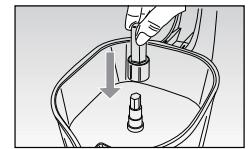

Fig. 2
- Place the rotating pin (G) on the opposite coupling in the middle of the top base of the appliance body (H), Fig. 2.
- Positionner l'axe central rotatif (G) sur la prise située au centre de la base supérieure du corps de l'appareil (Fig. 2).
- Den Drehschliff (G) auf dem entsprechenden Anschluss in der Mitte des oberen Sockels des Geräts (H) einstecken (Abb. 2).